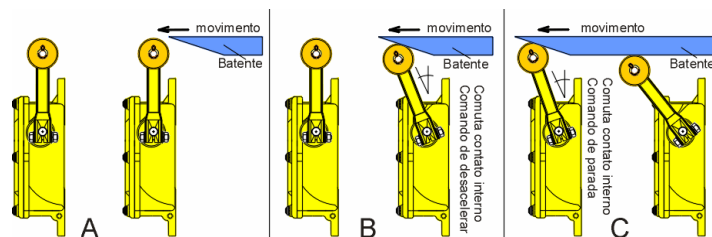

Fig.6 Exemplo de operação com 2 chaves fim de curso
- Partes ou máquinas móveis devem ter seu deslocamento controlado por limites de percurso, ou chaves de fim de curso. Para isso, as partes móveis devem possuir batentes que deslocam a alavanca de chaves fim de curso, sinalizando que a parte móvel ou máquina móvel atingiu um ponto de controle. Este ponto de controle pode requerer, por exemplo, a desaceleração e/ou parada da máquina. O contato da chave serve para indicar o momento no qual a ação (de parar ou desacelerar) da máquina deve ser tomada. (fig. 6.)